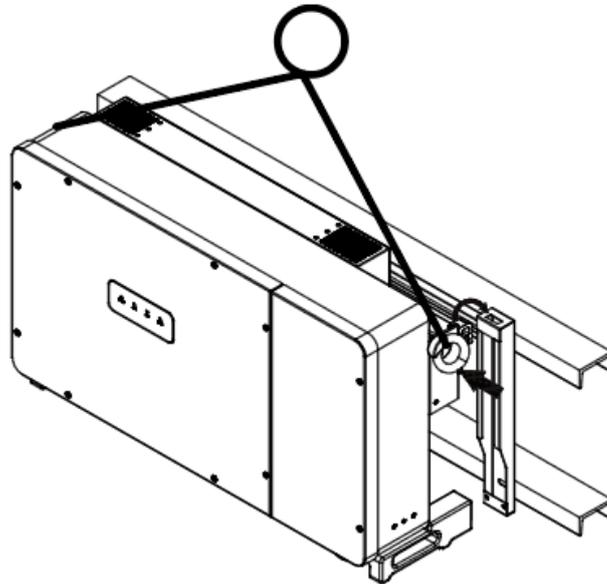

Figura 3-8 Içamento com corda
- (2) Içamento mecânico: Parafuse dois olhais M 1 O no topo do inversor. Use uma corda ou barra (inserida através dos olhais) para içar o inversor no suporte. O ângulo mínimo entre as duas cordas deve ser menor que 90 graus, como mostrado na Figura 3-8